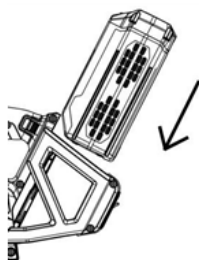

Fig 12
1. Stecken Sie den Akku in die Fassung, bis Sie ein deutliches „Klick“-Geräusch hören (Abb. 12).